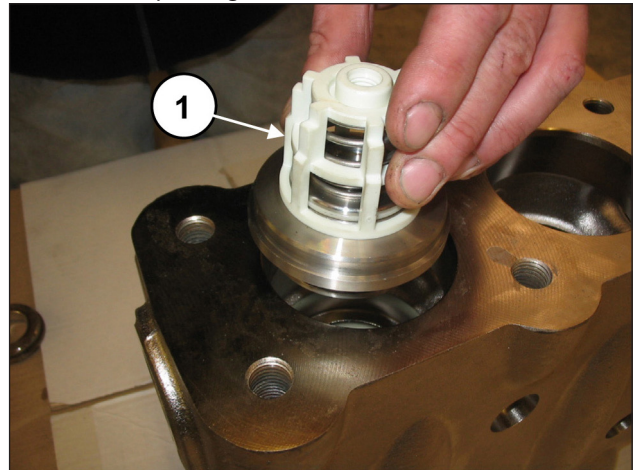
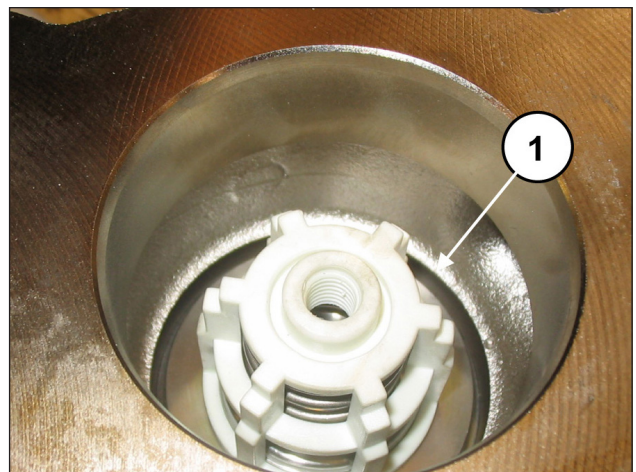

Fig. 97
Fig. 98
Insérer le groupe soupape de refoulement (rep. ①, Fig. 97). Pousser à fond le groupe soupape qui devra se présenter comme suit, rep. ①, Fig. 98.